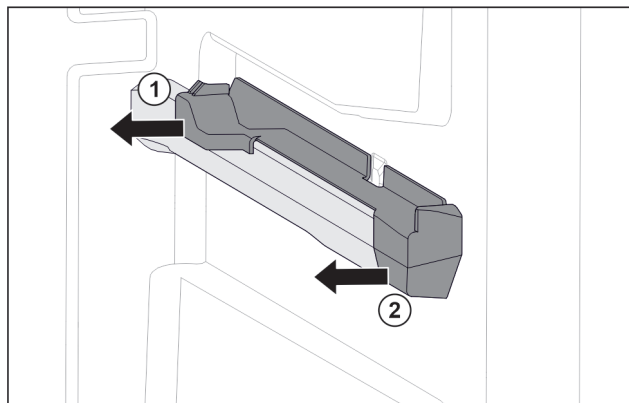

Fig. 131 Natični dio na desnom žlijebu spremnika
- Skinite natični dio straga u stranu. Fig. 131 (1)
- Skinite natični dio sprijeda u stranu. Fig. 131 (2)